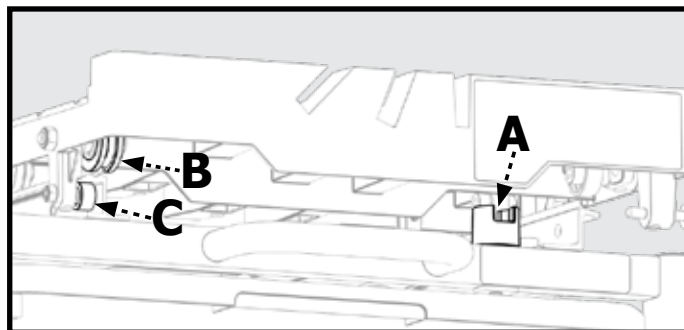

Figura 8
1. Verifique para asegurarse de que el bloqueo de la mesa ranurada esté aflojado en la posición abierta, como se muestra en la Figura 8, de modo que la ranura esté paralela a la dirección de movimiento de la mesa.
2. Coloque la mesa de trabajo (4) de modo que los cojinetes izquierdos se alineen como se muestra en la Figura 8. Los rodillos más grandes (B) deben guiarse en la parte superior de los rieles, así como los rodillos más pequeños (C) deben guiarse debajo de los rieles.